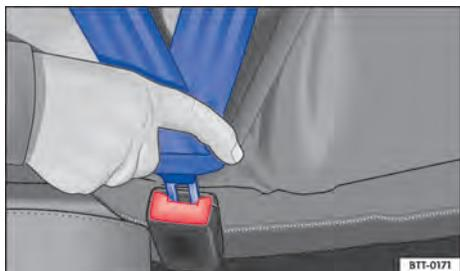

Fig. 17 Introduzir a lingueta do cinto de segurança no fecho do cinto de segurança.
3. Introduzir a lingueta do cinto de segurança firmemente no fecho do cinto de segurança perpendicular ao assento → Fig. 17.